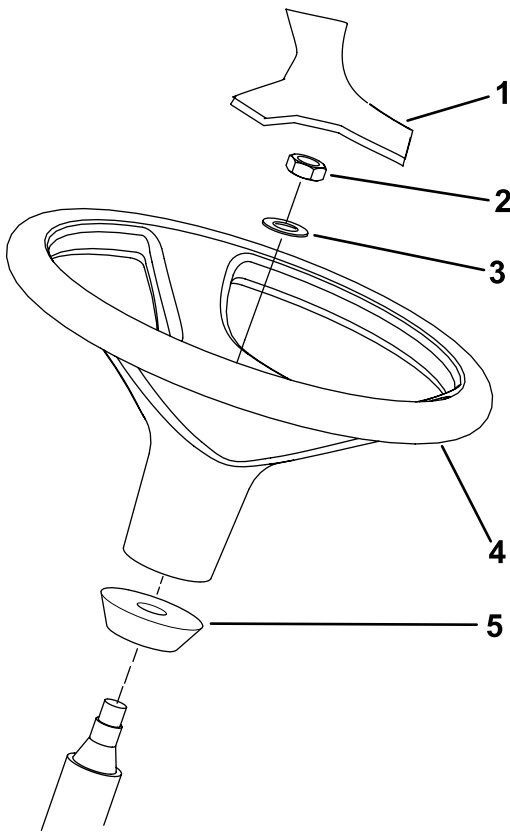

図 14
- 1. 出荷台からハンドルを外す。 図 14
**注** ステアリングシャフトについているウレタン製のカラーは外さないでください (図 14)。
- ハンドルとワッシャをステアリングシャフトにはめ込む (図 14)。
- ハンドルにカバーを取り付ける (図 14)。